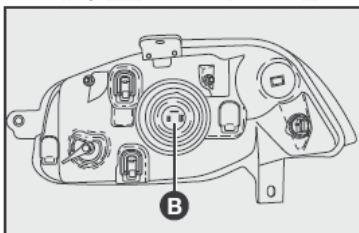

fig. 32
2) Retire la tapa plástica B-fig. 32 para tener acceso a los faros;